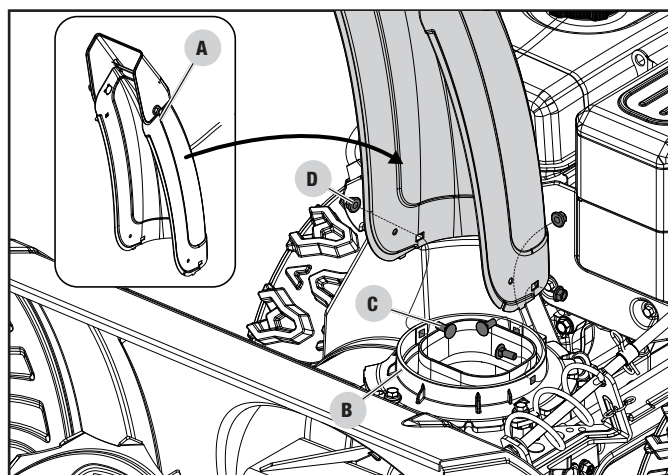

Figure 9
Remettre la souffleuse à neige sur ses roues Retirez la goulotte (A) du film à bulles. Le câble du déflecteur de la goulotte est fixé à l'avance à la goulotte et au levier en bas du panneau de commande. Placez la goulotte dans la poignée supérieure et orientez-la jusqu'à ce que le câble repose droit et non tordu du panneau de commande sur la barre transversale de poignée inférieure et sur le réservoir de carburant. Fixez la goulotte à l'engrenage de la goulotte (B). Fixez la goulotte à l'aide de trois (3) boulons à tête ronde (C) et de trois (3) écrous de blocage (D), comme indiqué (fig. 9). Serrez bien les boulons. Ne serrez pas de manière excessive.